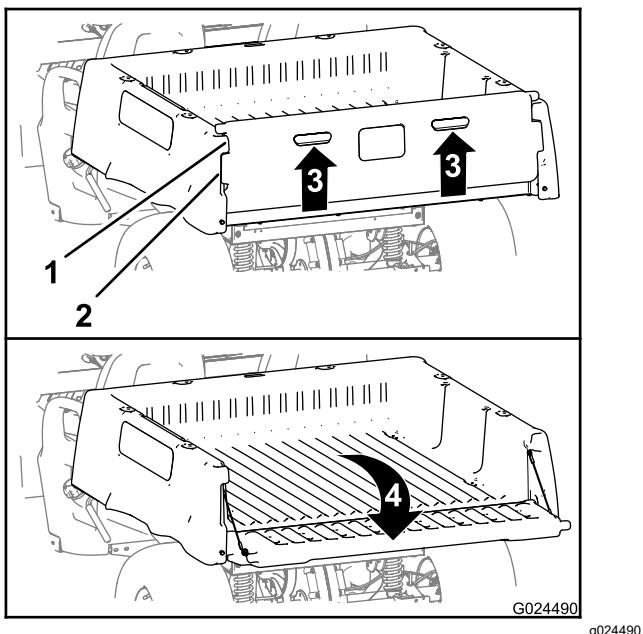

Figura 16
- Tire hacia arriba del portón usando los tiradores del panel trasero (Figura 16).
- Alinee las pestañas de bloqueo del portón trasero con los huecos situados entre las pestañas de la plataforma de carga (Figura 16).
- Gire el portón trasero hacia atrás y hacia abajo (Figura 16).
- Gire el portón hacia arriba y hacia adelante hasta que las pestañas de bloqueo del portón trasero estén enrasadas con el hueco de la plataforma de carga (Figura 16).
- Baje el portón hasta que quede asentado en la parte trasera de la plataforma de carga (Figura 16).